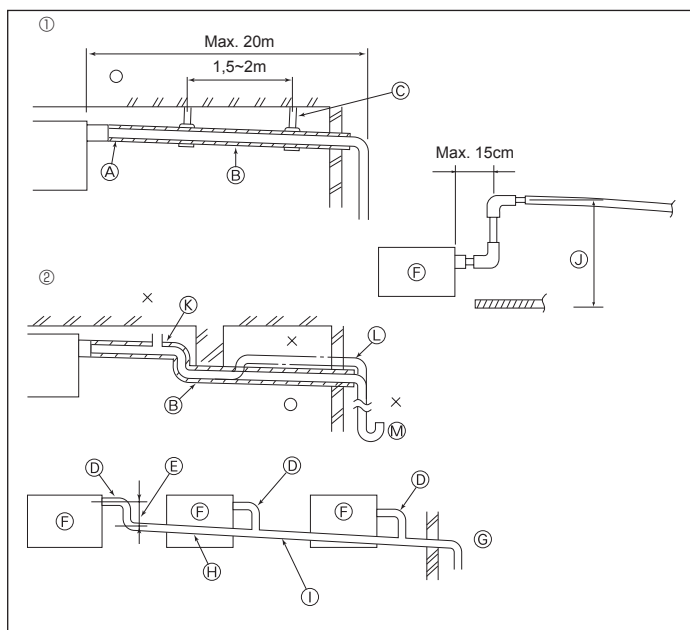

Fig. 3-4
3.4. Installatie van Draineerbuisen (Fig. 3-4)